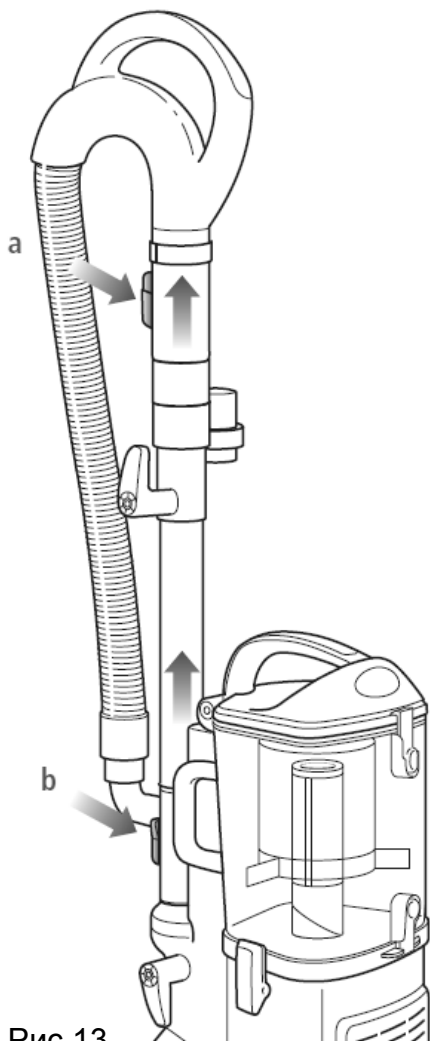

Рис.13
2. Нажать на спусковую кнопку ручки (**a**) и потянуть ручку вверх или нажать на спусковую кнопку удлинительной трубки (**b**) и потянуть вверх удлинительную трубку (**Рис.13**).